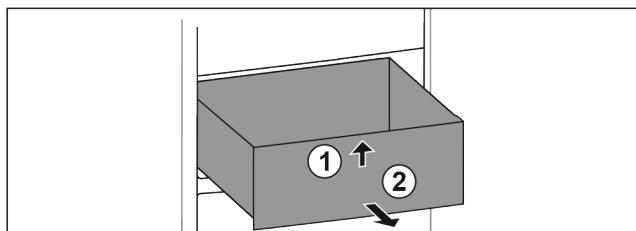

Fig. 78
- ▶ Повдигнете чекмеджето отпред. Fig. 78 (1)
- ▶ Извадете чекмеджето напред. Fig. 78 (2)